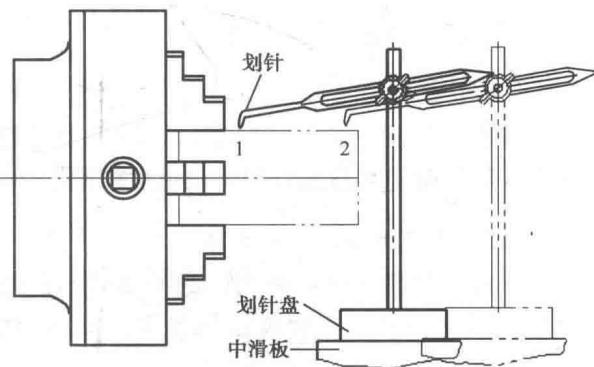

图 1.1.8 四爪卡盘上找正工件
(1) 工件装夹：以毛坯 $\phi 50 \times 100\text{ mm}$  材料来装夹，先调整四个卡爪，使两两对应的距离略大于 50 mm，把工件置于卡爪里，伸出长度约 80 mm，分别对称逐一轻微夹紧。
(2) 用划针盘找正：按图 1.1.8 所示方法，把划针盘放置在中滑板上，移动大拖板使划针靠近卡爪如图中位置 1，调整划针尖靠近工件上表面。手动缓慢转动卡盘，每当转到划针尖与卡爪对称中线对正时，注视工件上表面与划针尖的距离，与对面的卡爪比较，划针尖距离工件表面较远的那个爪稍微放松，而把对面的爪夹紧，如此对称地调整卡爪，使四个卡爪相对划针的位置与上工件表面的距离接近一致时为止；接着移动大拖板使划针移至如图中位置 2，比较位置 1 和位置 2 两处工件表面与划针的距离，如果 2 处较近，用铜棒轻敲使工件偏离与 1 处相等，如果 2 处离得远，铜棒从工件下方（2 处的对边）往上轻敲；再把卡盘转过 90°，同样的方法找正 2 处与 1 处工件表面与划针的距离一致。然后手动缓慢转动卡盘转过 360°，看工件表面与划针的距离是否一致，若不一致，稍加校正。再移动大拖板使划针回到 1 处，转动卡盘转过 360° 检查是否有变化。按以上方法检查两端的圆跳动接近为止。
(3) 四爪的夹紧：工件找正后，分别按对角交替逐渐夹紧。不能把其中一个夹紧再夹下一个，也不能按顺序夹紧，否则，夹紧后将产生偏摆。